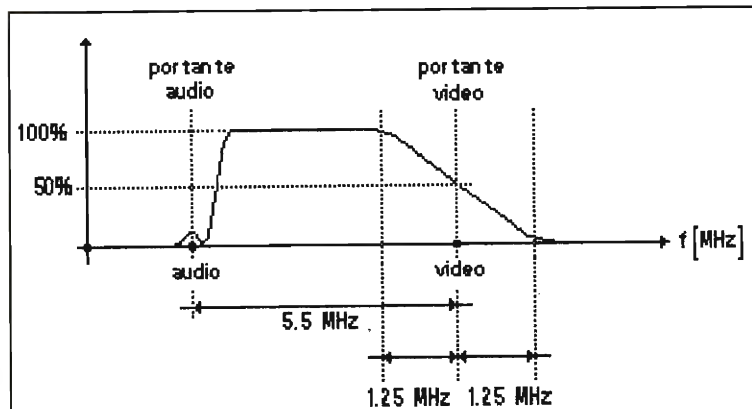
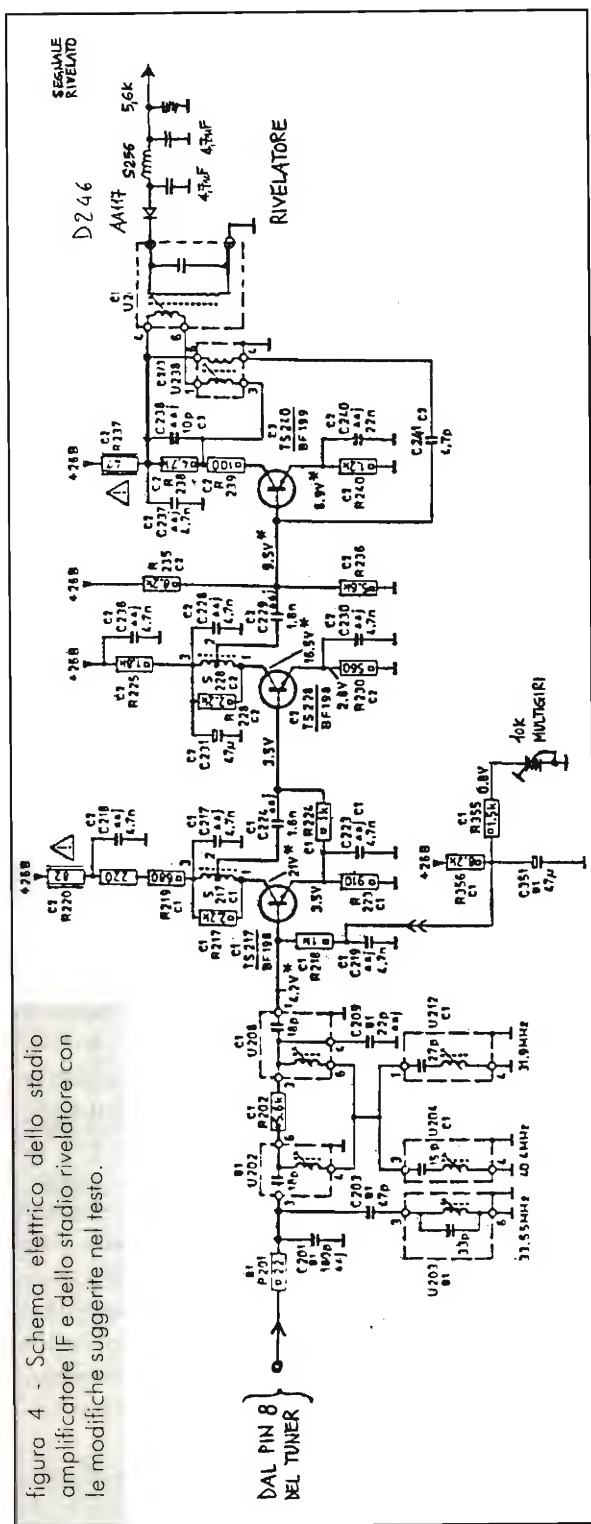

figura 2 - Curva di risposta tipica della catena a frequenza intermedia IF video di un apparecchio televisivo.
figura 4 - Schema elettrico dello stadio amplificatore IF e dello stadio rivelatore con le modifiche suggerite nel testo.
questa ottica ritengo assai interessante l'utilizzo di apparecchi TV commerciali opportunamente modificati per adattarli, per quanto possibile, alle esigenze della ricerca radioastronomica dilettantistica. Come fatto notare in [1] e in [3] un televisore presenta alcune caratteristiche interessanti per poter essere utilizzato con successo: l'economicità, la possibilità di essere sintonizzato su un vasto range di frequenze, una elevata banda passante e la disponibilità commerciale, a prezzi molto vantaggiosi, di una estesa gamma di accessori utili per l'ampliamento della stazione (antenne, sistemi meccanici di fissaggio e di supporto, preamplificatori RF, cavi coassiali, etc.). Se si considera che reperire presso un laboratorio di riparazioni TV un moderno televisore BN con le parti relative alla formazione dell'immagine fuori uso è praticamente gratuito, diventa stimolante l'idea della costruzione di un piccolo ma efficiente radiotelescopio. Un ricevitore televisivo presenta d'altra parte alcune caratteristiche non ideali per un buon apparecchio radioastronomico, ma ad alcune di esse è possibile porre parzialmente rimedio. La forma della banda passante (vedi figura 2) non è ottimale per l'uso previsto e la figura di rumore complessiva non risulta particolarmente buona. Il guadagno del sintonizzatore e della catena IF inoltre, insieme alla figura di rumore degli stadi d'ingresso, presentano ampie variazioni con la frequenza (in parte compensate dall'azione dell'AGC) e non sono previste efficaci contromisure per garantire una elevata stabilità del guadagno soprattutto rispetto alle variazioni di temperatura: nei televisori queste precauzioni non servono, essendo piuttosto elevato il
- Per chi dispone della necessaria strumentazione (generatore RF modulato ed oscilloscopio) o può appoggiarsi ad un attrezzato laboratorio TV, è consigliabile ottimizzare la forma della curva di risposta (figura 2) della catena *a frequenza intermedia video*, ritoccando le tarature delle bobine IF (siglate nello schema di figura 4 come U202, U203, U204, U208 e U212) e/o quelle di carico dei transistor amplificatori IF fino ad ottenere una forma il più possibile rettangolare e simmetrica rispetto al valore